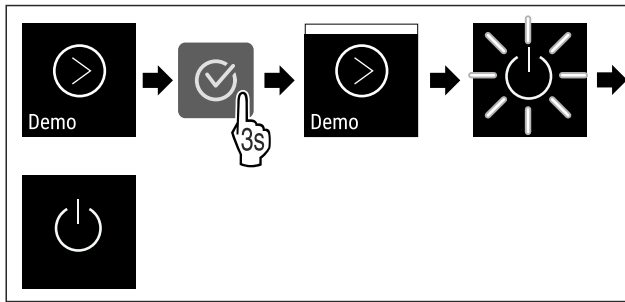

Fig. 90
- ▶ Wykonać czynności (patrz Fig. 90) .